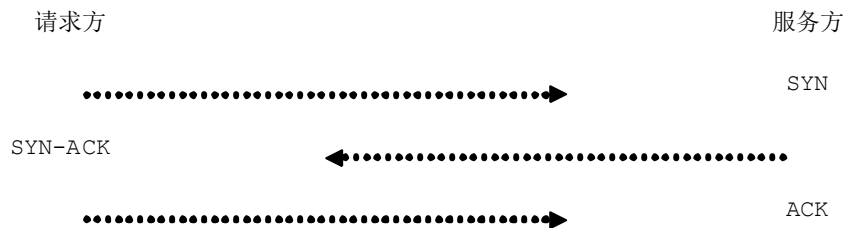

图 19-5-10 TCP “三次握手”示意图
- (1) 检测 IP 数据包的协议类型是否为 TCP, 同时 TCP 的端口是否正确。
- (2) 通过“三次握手”进行 TCP 连接如图 19-5-10。